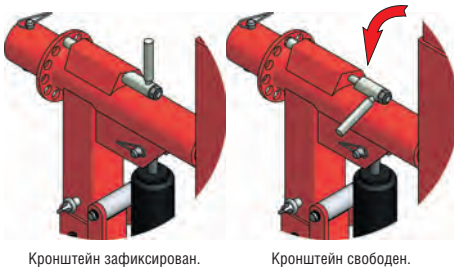

Рисунок 4. Фиксация поворотного кронштейна.
4. Для поворота кузова снимите его с фиксатора (см. рис. 4), далее поверните кузов на необходимый угол и зафиксируйте его, вернув фиксатор в первоначальное положение. Поворотный механизм позволяет производить вращение кузова на 360° и фиксировать его в любом положении с шагом 30° .